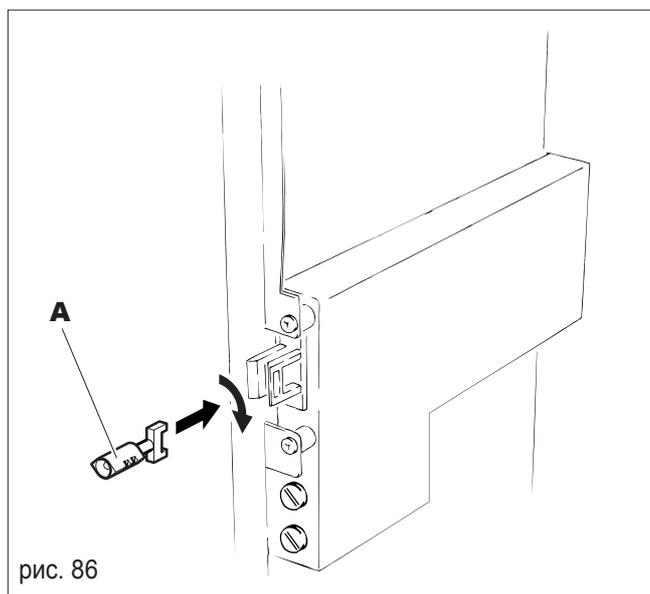

рис. 86
- удерживая кнопки "TS5" и "TS4" включите автомат посредством включения ключа безопасности (А, рис. 86);